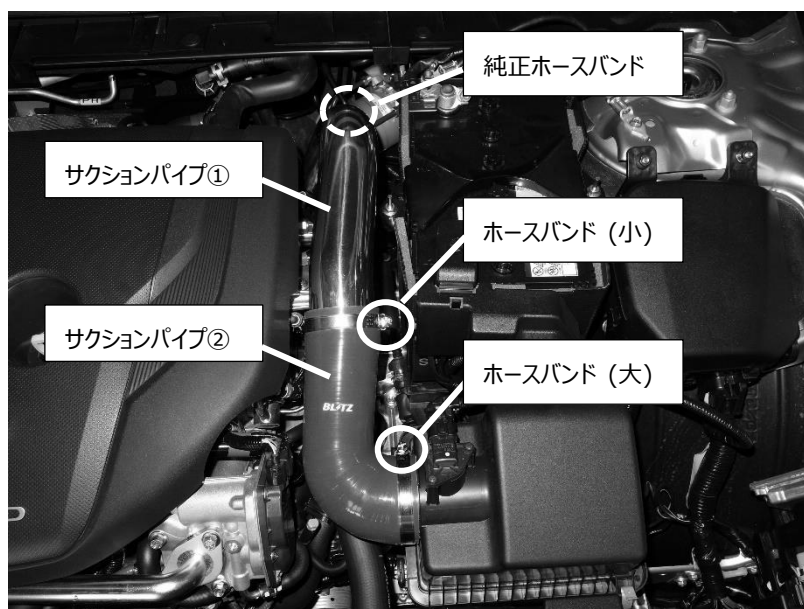

図 4
- 2) 付属のサクションパイプ②、ホースバンド(大)、ホースバンド(小)を使用して、サクションパイプ②を組みつけます。(図 4)